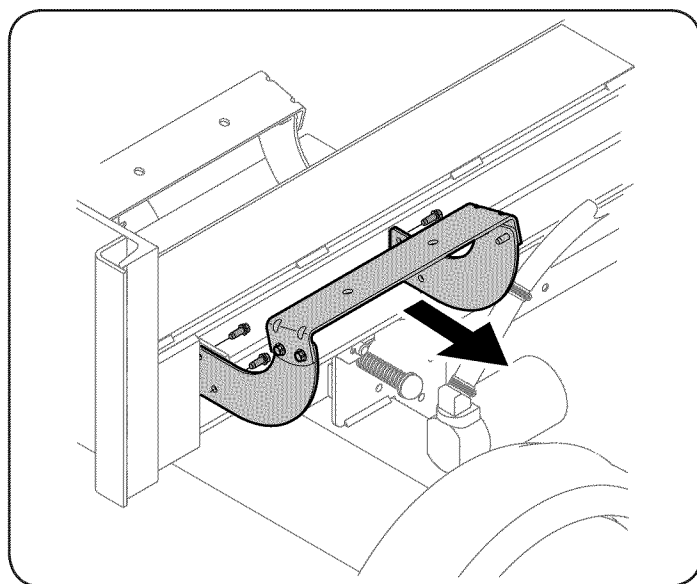

Figura 5
- Desconecte la ménsula del bastidor de troncos del lado de la válvula de control de la vigueta. Vea la Figura 5.